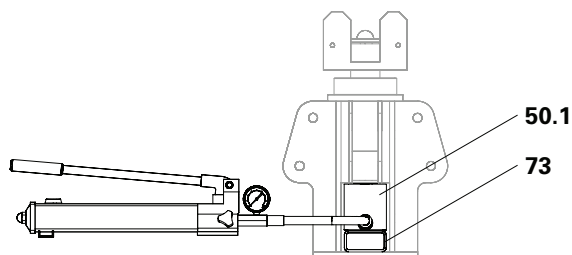

Fig. C2.02a
2. Posizionare il cilindro idraulico (**50.1**) sul tubo dell'albero di testa ATS (**73**). (Fig. C2.02a)